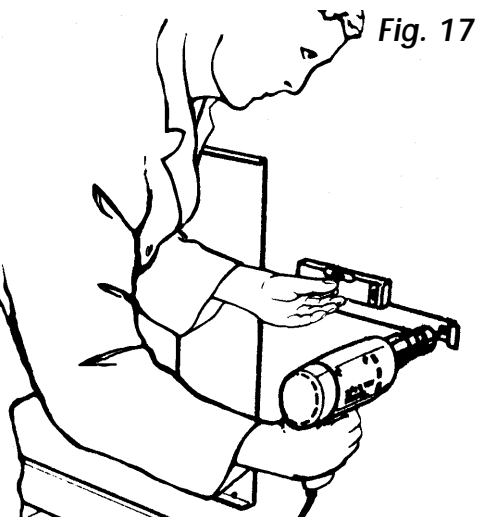

Fig. 17
8.7 Con l'aiuto di una livella appoggiata sulla staffa, fissare in posizione orizzontale la staffa e la dima, evidenziando un punto di riferimento per il controllo (Fig. 17).